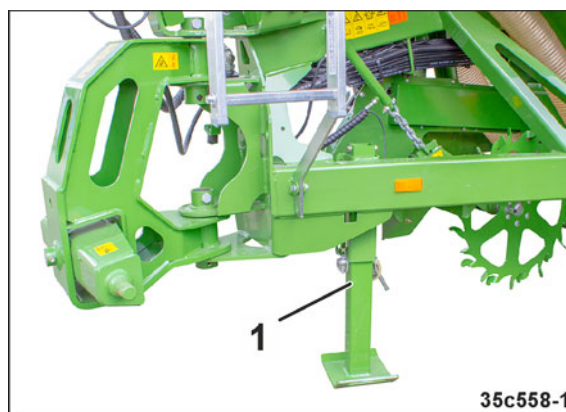

Fig. 283
Inden der arbejdes på maskinen, skal den maskine, der er koblet sammen med traktoren, stilles på støttefoden (Fig. 283/1) for at beskytte mod utilsigtet sænkning af traktorens liftarme.
1. Når den maskine, der er koblet til traktoren, skal rengøres, skal den altid stå på støttefoden (Fig. 283/1).